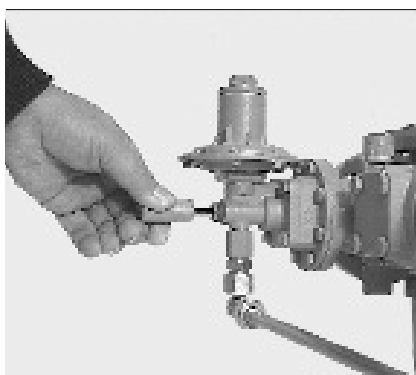

Рис. 5
- 1 Открутить колпачок, вытянуть стержень клапана до его защелкивания (рис. 5, возможно лишь в случае, когда выходное давление меньше давления срабатывания ПЗК).